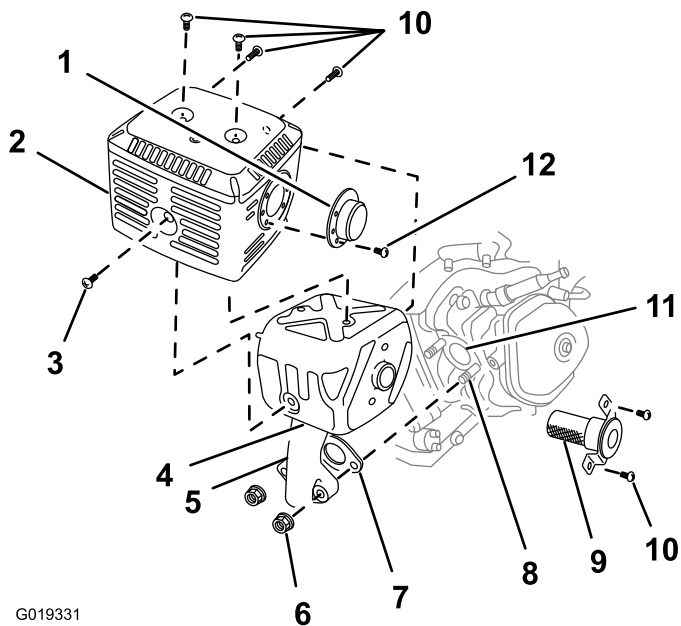

Figure 48
5. Retirez les 2 écrous (8 mm) et déposez le silencieux du cylindre (Figure 48).
- Retirez les 3 vis (4 mm) du déflecteur d'échappement et déposez le déflecteur (Figure 48).
- Retirez les vis (5 mm et 6 mm) du protecteur du silencieux, et déposez le protecteur (Figure 48).
- Retirez les vis (4 mm) du pare-étincelles et déposez celui-ci du silencieux (Figure 48).